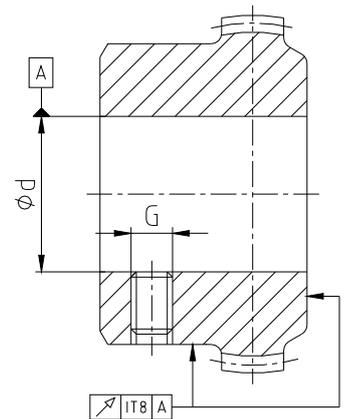

Figura 9: precisión de concentricidad y de perpendicularidad
- Cuando el cliente lleve a cabo el mecanizado de los mangones (mangones de acero), debe respetar la precisión de concentricidad y perpendicularidad (ver figura 9).